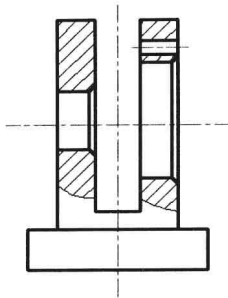

图 11-1-21
(23) 在“绘图”面板中，单击“图案填充”按钮，打开“图案填充和渐变色”对话框，在“图案”右侧单击下拉按钮，在下拉列表中选择图案名称“ANSI31”，单击“添加：拾取点”按钮，暂时关闭对话框，在需要填充的区域内单击，按Enter键，单击“确定”按钮。填充图案后，效果如图 11-1-21 所示。